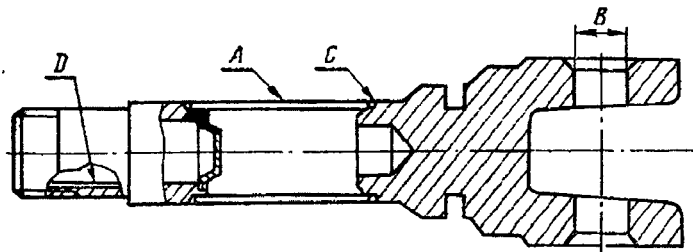

Рис. 197. Вал карданный
- вмятины на трубах А (рис. 197) в количестве более пяти и глубиной более 3 мм, общей площадью 10 см²;